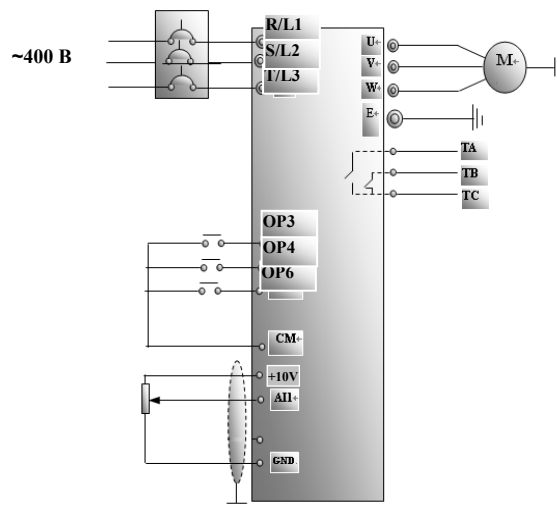

Рис. 4-3 Схема подключения 3
- (1) Подключить провода в соответствии с Рис. 4-3. После проверки правильности подключения, замкнуть выключатель с воздушным зазором, включив питание преобразователя. Примечание: для настройки внешних аналоговых сигналов следует установить потенциометр 2 ~ 5 кОм. Для случаев с более высокими требованиями по точности, следует использовать точный многооборотный потенциометр и экранированные провода для подключения и заземления.